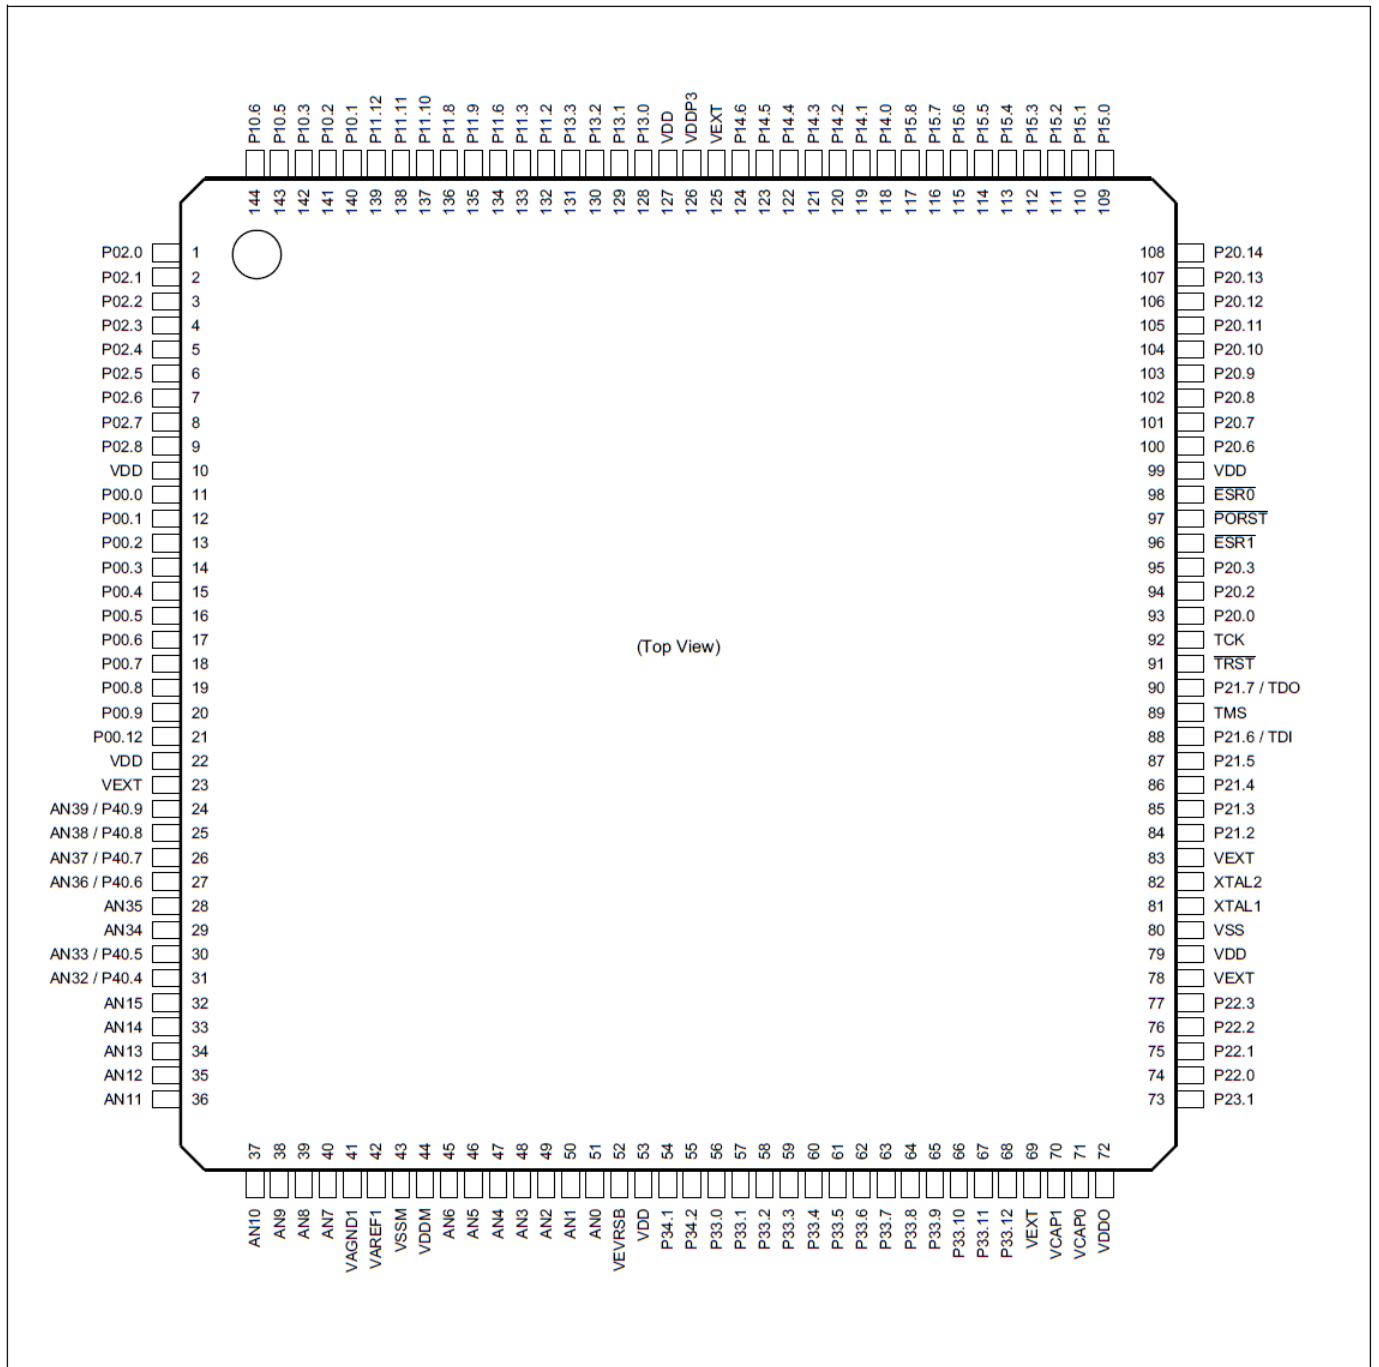

图 2-3 用于特性封装 L 和 LP 的 TQFP-144 封装变体的 TC33x/TC32x 逻辑符号
- TQFP-144 适用于特性封装 L 和 LP (图 2-3)